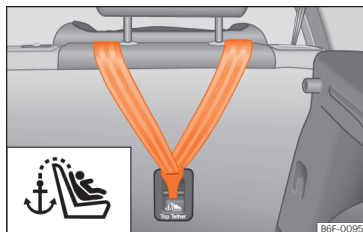

Рис. 41 Зворотний бік заднього сидіння: петля для ременя Top Tether.
Дитячі автокрісла з системою Top Tether мають додатковий ремінь для фіксації до спеціального кріплення в автомобілі. Згадане кріплення розташоване на звороті задніх сидінь (символ ) і забезпечує додаткову фіксацію >>> **рис. 41**.
- Надійно зачепіть ремінь Top Tether за кріплення на звороті спинки сидіння »» **рис. 41.**